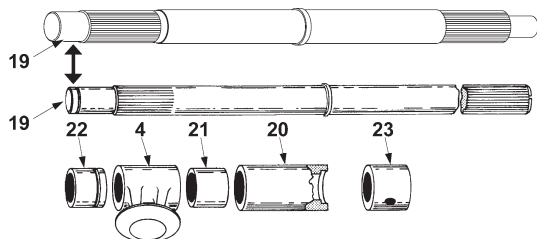

Figura 10
- B. Coloque el cuerpo de la válvula (1) sobre una superficie plana de modo que el asiento esté abajo.
- C. Cubra el buje guía inferior (22) con el lubricante recomendado e insértelo en el cuerpo.
Nota: La ranura en el buje guía (22) debe estar hacia el centro del cuerpo. Consulte la Figura 10 para ver la secuencia de montaje correcta. Si el eje (19) tiene el diseño anterior es posible que tenga un surco circular; si es así, instale el anillo de retención (18).